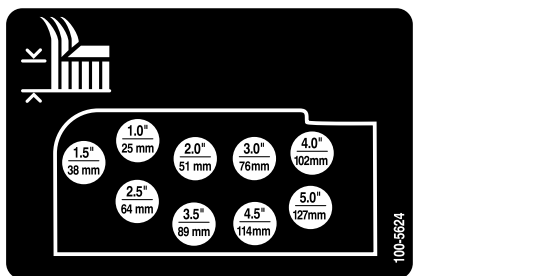

Figura 22
- Montate le catene dell'altezza di taglio nel foro dell'altezza di taglio desiderata usando il perno con testa e la coppiglia (Figura 22).